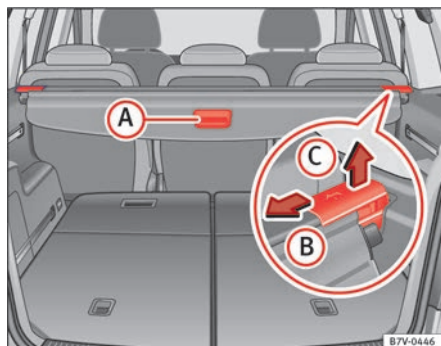

Fig. 91 No porta-bagagens: chapeleira do porta-bagagens.
- Puxe o manípulo da chapeleira ⇒ Fig. 91 **(A)** um pouco para trás.
- Pressione a chapeleira no sentido indicado pela seta ⇒ Fig. 91 **(B)**.